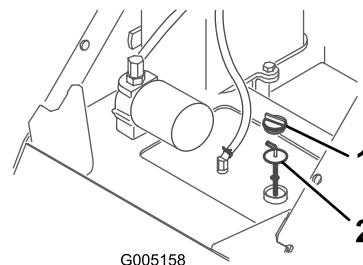

Рисунок 36
4. Очистите зону вокруг заливной горловины и крышки гидравлического бака (Рисунок 36).
5. Снимите крышку заливной горловины и проверьте уровень жидкости с помощью масломерного щупа (Рисунок 36).